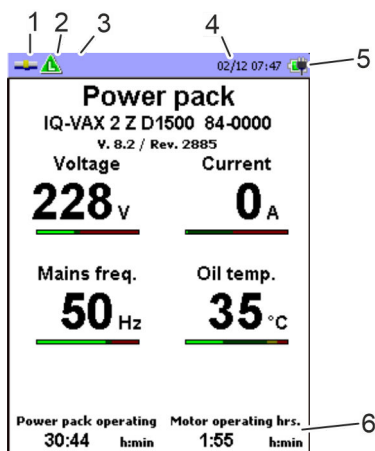

Fig. 36: indicatori
- ⇒ Il corretto collegamento tra il gruppo idraulico e l'unità di comando (UC) è indicato nello stato del collegamento (Fig. 36/1) mediante .
- ⇒ Una volta stabilito il collegamento dati tra l'unità di comando (UC) e il gruppo idraulico, compare il menu «Power Pack Data View» (Dati aggregati).
- 5. ▶ Se il collegamento tra l'unità di comando (UC) e il gruppo idraulico è difettoso (stato del collegamento ) , assicurarsi che il cavo di adattamento sia collegato correttamente.
9.6 Serraggio con l'unità di comando (UC)